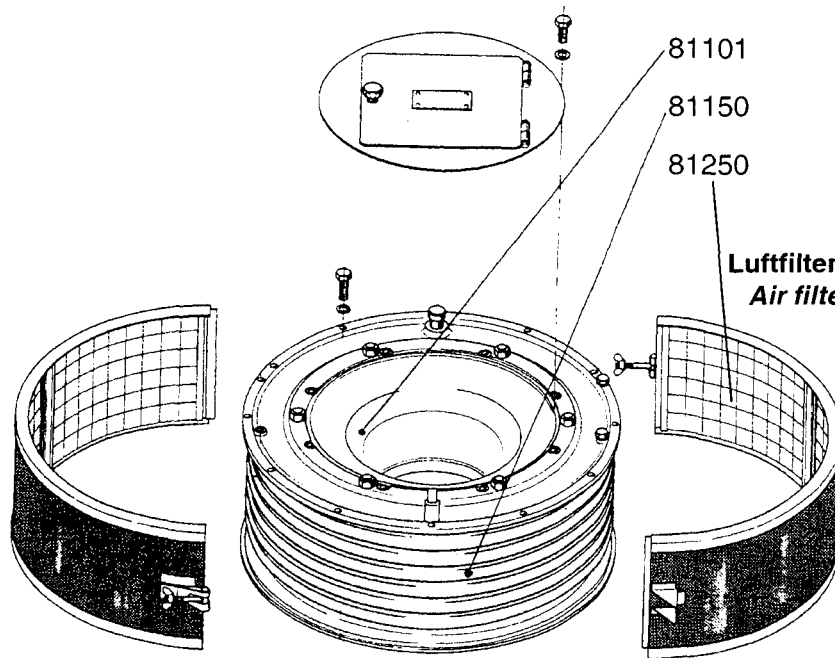

Fig. 3-6
- Luffiltersegment (81250) in Tauchbad mit Soda-lösung baden (s. Fig. 3-6 und 3-7).
- Luffiltersegmente (81250) umschliessen den Schalldämpfer (s. Fig. 3-6).
Vorsicht! Dämpferscheiben (81150) des Schalldämpfers und befilzten Abschlusstrichter (81101) nur trocken reinigen (s. Fig. 3-6).
- Bathe the air filter segment (81250) in a bath of soda solution (see fig. 3-6 and 3-7)
- Several air filter segments (81250) enclose the silencer (see fig. 3-6)
Caution! Silencer discs (81150) and felted end funnels (81101) may only be dry-cleaned (see fig. 3-6).